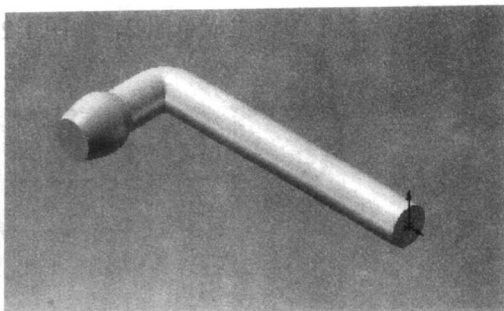

图 1-26 “旋转”属性管理器和旋转效果
(6) 单击特征工具栏中的“旋转凸台/基体”工具按钮（），打开“旋转”属性管理器，进行旋转设置并得到旋转效果，如图1-26所示。